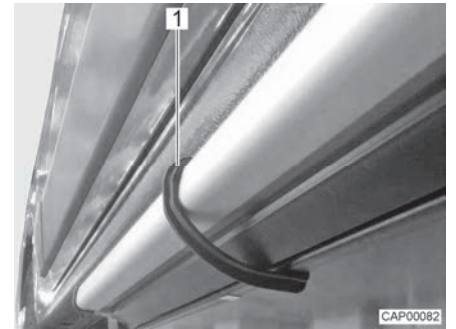

Fig. 9 Grapa de fijación (escalón de entrada)
- Retener el escalón de entrada con la grapa de fijación (Fig. 9,1) incluida de tal modo que no pueda deslizarse hacia fuera.